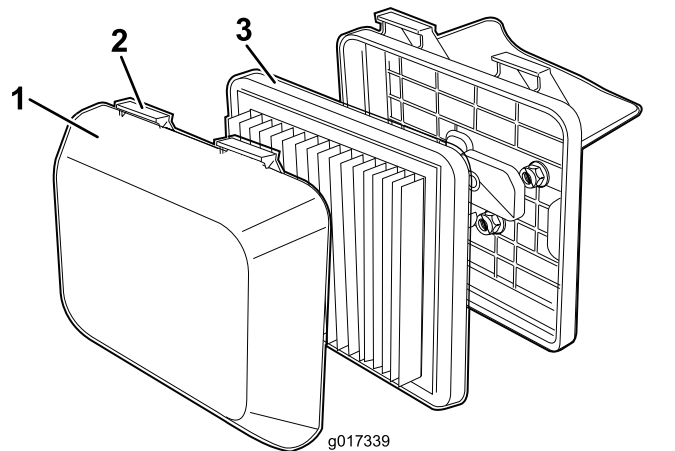

图19
1. 向下按空气滤清器盖子顶部的门锁袂扣 (图19)。
3. 拆下过滤器 (图19)。